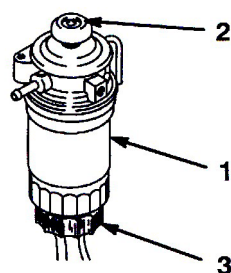

図35
2. 燃料フィルタについているプライミング・ポンプを抵抗が感じられるようになるまで押す（図35）。